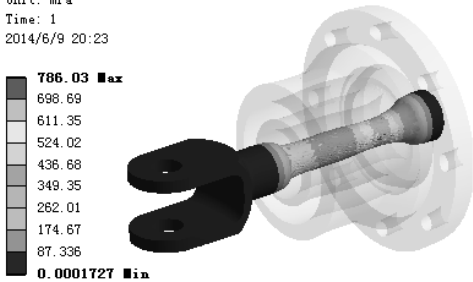

图 7.10.13 应力结果图解 (connector-shaft)
(6) 查看 connector-shaft 零件应力结果图解。在“Outline”窗口中选中  Equivalent Stress 4，查看图 7.10.13 所示的零件 connector-shaft 的应力结果，其最小应力为 0.0001727 MPa，其最大应力为 786.03MPa。